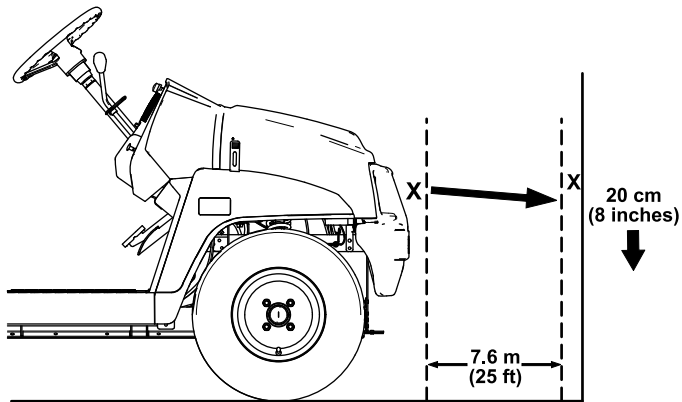

Bild 41
1. Stellen Sie die Maschine auf einer ebenen Fläche ab, dabei sollte der Abstand der Scheinwerfer ca. 7,6 m von einer Wand entfernt sein (**Bild 41**).
Der hellste Teil des Scheinwerfers sollte 20 cm unter der Markierung an der Wand liegen (**Bild 41**).